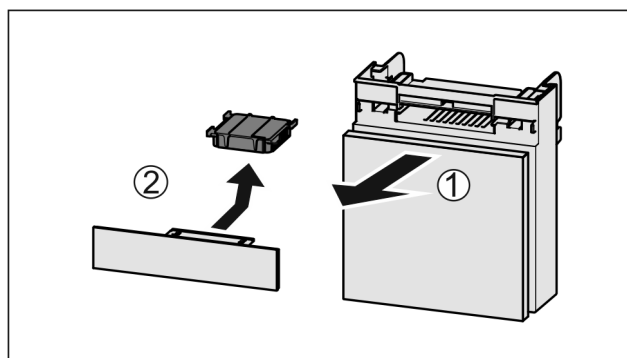

Fig. 172
- Fach nach vorne herausziehen Fig. 172 (1).
- Aktivkohlefilter entnehmen Fig. 172 (2).